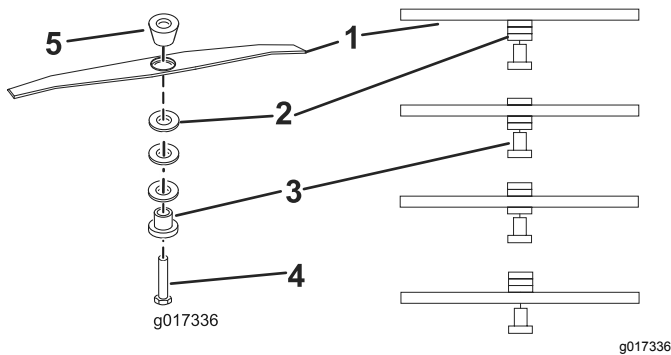

Figure 13
5. Repositionnez les entretoises à la hauteur voulue, reposez le porte-lame et les entretoises (Figure 13), puis serrez le boulon à 25 N·m (18 pi-lb).